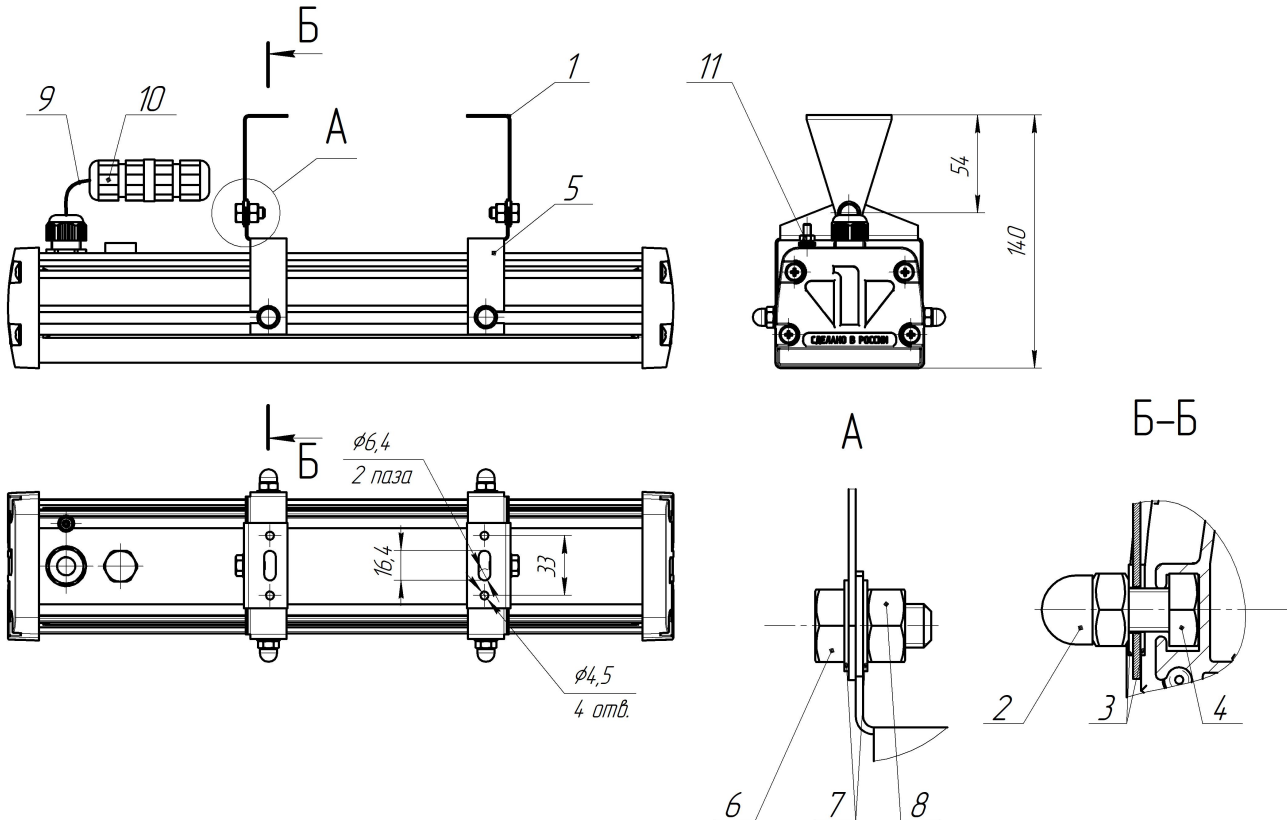
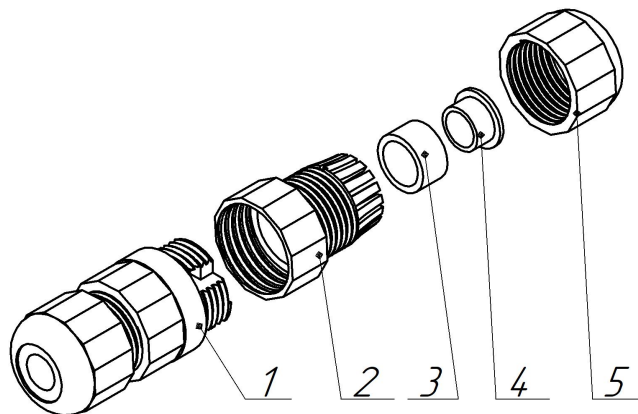

Рисунок 2 – Установка светильника
Рисунок 3 – Устройство герморазъёма
2.2.2.1 Установить уголок (рисунок 2 поз.1) из комплекта монтажных частей на стенку или потолок. Открутить гайки колпачковые (рисунок 2 поз.2), снять по одной шайбе зубчатой (рисунок 2 поз. 3). Установить кронштейн (рисунок 2 поз.5) на крепежные болты (рисунок 2 поз.4) с помощью шайб зубчатых (рисунок 2 поз.3) и гаек колпачковых (рисунок 2 поз. 2), так чтобы кронштейн вместе с болтами можно было свободно перемещать по пазу профиля. Установить кронштейны (рисунок 2 поз.5) в положение, необходимое для соединения с уголком (рисунок 2 поз.1). Затянуть гайки (рисунок 2 поз 2.) с моментом 5,9 Н·м.
2.2.2.2 Соединить уголки (рисунок 2 поз.6) с кронштейном (рисунок 2 поз.5) при помощи болтов (рисунок 2 поз.4), шайб зубчатых (рисунок 2 поз.7), установленных с двух сторон, гаек (рисунок 2 поз.8), выставив необходимый угол светильника. Затянуть гайки (рисунок 2 поз.8) с усилием 5,9 Н·м.
2.2.3.1 Проверьте сетевой кабель (рисунок 2 поз.9) – если внешний гибкий кабель светильника окажется поврежден дальнейший монтаж светильника производить **ЗАПРЕЩАЕТСЯ**, необходимо обратиться к изготовителю (см. разделы 5 и 6).
2.2.3.2 У герморазъёма (рисунок 2 поз. 10) ослабить свободную от провода зажимную гайку (рисунок 3 поз.5) и открутить крышку коннектора (рисунок 3 поз. 2). Продеть подключаемый кабель через гайку зажимную (рисунок 3 поз.5) и крышку коннектора (рисунок 3 поз. 2).**** Отжать рычаги клемм.
К контактной группе (рисунок 3 поз.1) прикрутить крышку коннектора (рисунок 3 поз. 2). Зажимную гайку (рисунок 3 поз. 5) закрутить до плотного обжатия провода.
***, Примечание: при подключении кабелем диаметром от 9 до 11 мм полностью открутить зажимную гайку (рисунок 3 поз. 5) из крышки коннектора (рисунок 3 поз. 2) извлечь уплотнительное кольцо (рисунок 3 поз. 3), из которого извлечь малое уплотнительное кольцо (рисунок 3 поз. 4). Установить уплотнительное кольцо (рисунок 4 поз. 3) обратно в крышку коннектора (рисунок 3 поз.2). Продеть подключаемый кабель через гайку зажимную (рисунок 3 поз.5) и крышку коннектора (рисунок 3 поз. 2).
2.2.3.3 Подключите провод внешнего заземления к винту (рисунок 2 поз.11), имеющему маркировку « \perp ».